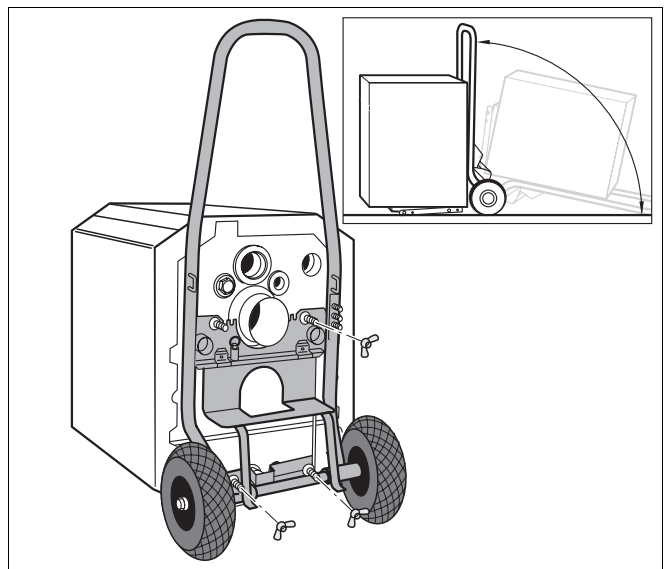

Abb. 9 Heizkessel mit Kesselkuli transportieren
- Heizkessel mit Hilfe eines Transportmittels kippen (→ Abb. 9, Seite 18) oder ein Kantholz unterlegen.